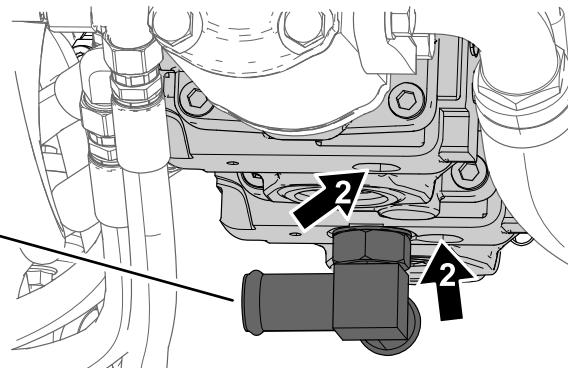
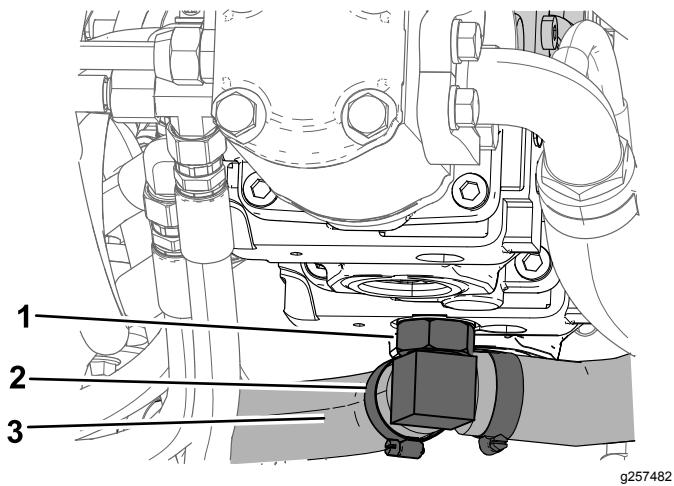

Figure 17
Figure 16
- Tournez le raccord dans le sens antihoraire pour aligner la partie plate du raccord sur l'ouverture du clapet de décharge (Figure 17).
- Desserrez les 2 colliers de flexible et débranchez les flexibles des raccords (Figure 16).
- Avec une clé à ergots ou à fourche de 1¼ pouce, desserrez l'écrou sur le raccord montré à la Figure 16.
- Clapet de décharge inférieur (2)
- Déposez les 2 clapets de décharge inférieurs (Figure 17).
- Ramenez le raccord à son orientation initiale (Figure 16). Serrez l'écrou à un couple de 182 à 222 N·m.
- Posez les flexibles et les colliers (Figure 16).